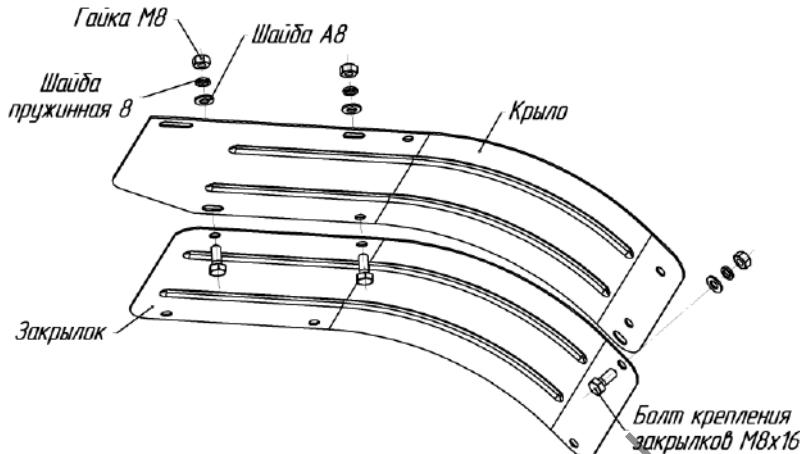

Рис.11 Схема крепления закрылок.
закреплены с помощью исправного стандартного инструмента (рис.11).
10. При работе с фрезами-культиваторами необходимо установить закрылки (рис.11).